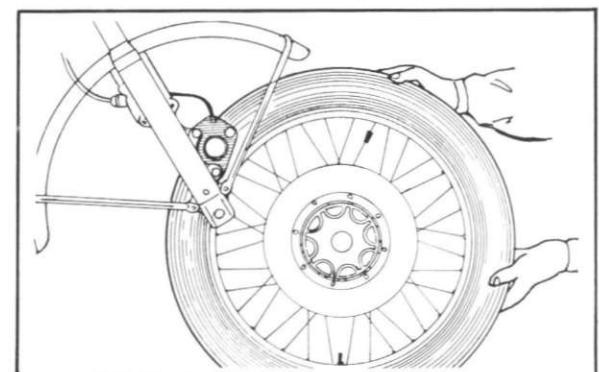

Fig. 5-2-7
- 5) Raise the front of the chassis, and remove the front wheel assembly. (Fig. 5-2-7)
- 5) Soulever l'avant de la machine et enlever la roue avant. (Fig. 5-2-7)
- 5) Vorderradgabel anheben und Vorderrad herausziehen. (Abb. 5-2-7)